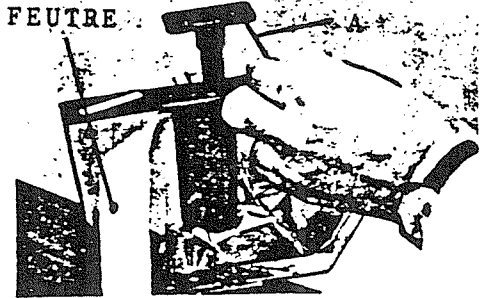

FIG. 13
- .. Casser la tige A (fig.13) afin de liberer le poinçon.